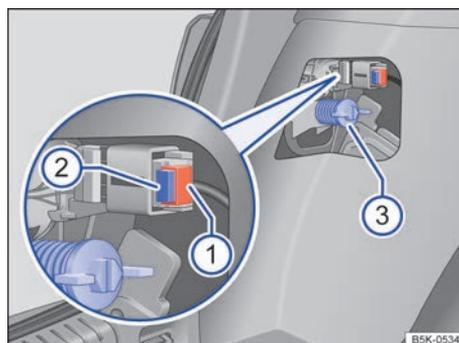

Fig. 176 Lateral del maletero: desmontaje del grupo óptico trasero. ▶
4.	Extraiga el fusible → fig. 176 ①. Presione el bloqueo ② del conector y desacople el conector.
5.	Desenrosque el tornillo de fijación con la mano ③.
12.	Con una mano sostenga el grupo óptico en la posición de montaje y con la otra apriete el tornillo de fijación → fig. 176 ③.
14.	Acople el conector al portalámparas y encaje el fusible ①.